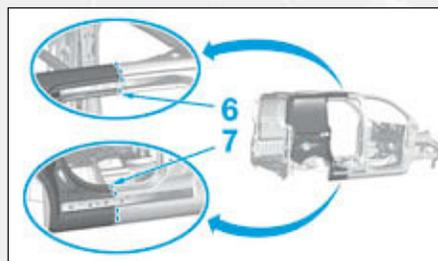
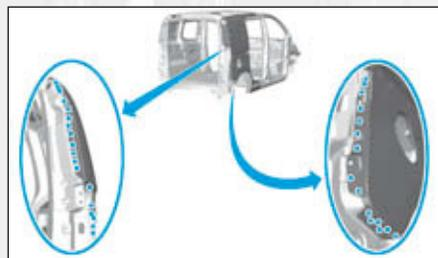

FIG. 156
FIG. 157
- par points bouchons MAG en (6) et (7), puis meuler les points de soudure (Fig.156) et (Fig.157),